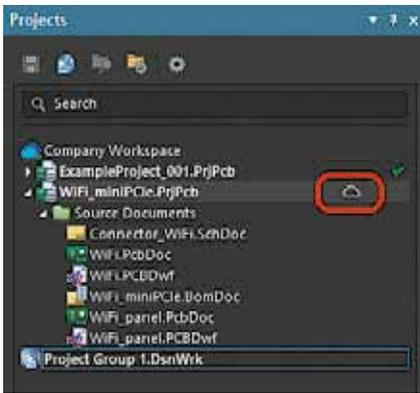

Рис. 2. Отображение проекта, сохраненного в Workspace с помощью простой синхронизации, в панели Projects Altium Designer
- Локальный проект, который не находится под контролем версий, может быть зарегистрирован в Workspace с помощью метода простой синхронизации (Simple Sync). В Workspace создается синхронизированная зеркальная копия проекта. Сохраненные локальные файлы автоматически синхронизируются со своими «ответными частями» в Workspace. При открытии в Altium Designer, такой проект отмечается специальной иконкой в панели Projects (рис. 2).